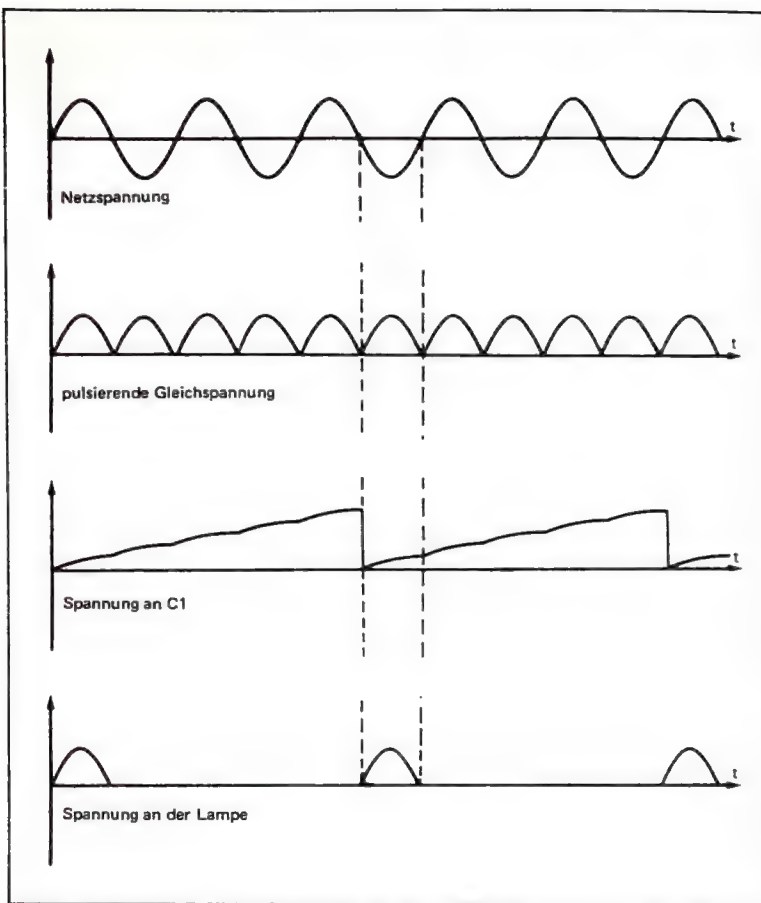
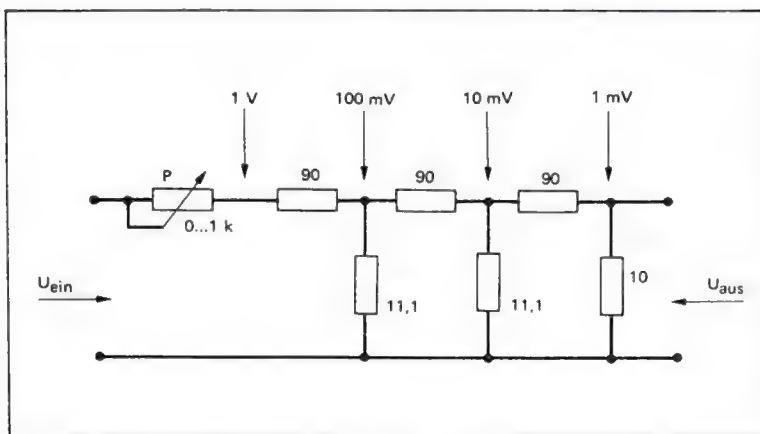
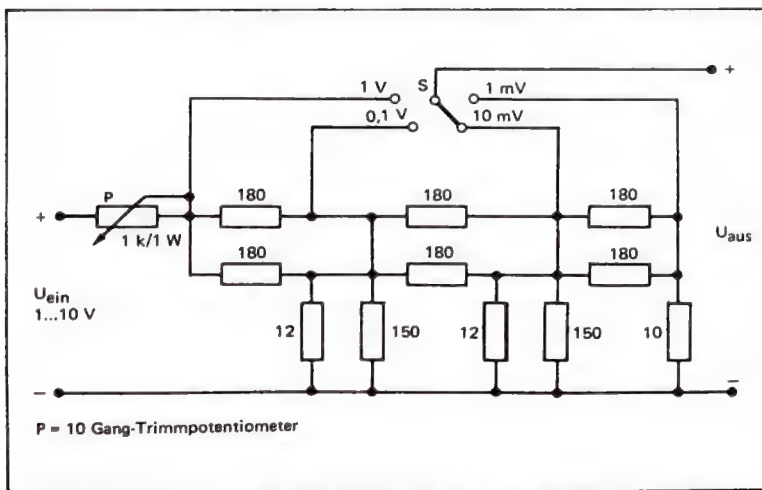

Bild 3. Zeitdiagramm, das die Netzspannung und die Spannungen an verschiedenen Punkten der Schaltung zeigt.
Bild 1. Der Abschwächer besteht aus mehreren, hintereinandergeschalteten Spannungsteilern, die mit Widerständen im Verhältnis 90 : 11,1 aufgebaut sind.
Bild 2. Die „krummen“ Widerstandswerte aus Bild 1 treten hier dank Parallelschaltung passender Werte nicht auf; alle Widerstände finden sich in der E12-Reihe.
Die Versorgungsleitungen +25 V und Masse (0 V) dürfen nicht in die Zuleitungen der anderen Module eingeschleift werden, sondern sind mit eigenen Leitungen an das Netzteil zu führen, siehe Bild 3. Die hohen Ströme, die das Kopfhörermodul braucht, können sonst Störsignale in den anderen Modulen hervorrufen. Deshalb ist nur einer der beiden Plus-Anschlüsse mit der Schaltung verbunden (links). Rechts kann aber im Notfall ein Lötstift als Stützpunkt o.ä. vorgesehen werden.
Bild 2. Wer dem Echtzeitanalysator nicht glaubt, den überzeugt der Linienschreiber, der hier Störsignal (1), das DNR-(2) und das HighCom-Ergebnis (3) aufgezeichnet hat.
Bild 2 zeigt, wie sich eine solche Spannung mit wenigen Bauelementen herstellen läßt. Kurz nach dem Einschalten der Netzspannung ist der Kondensator C1 noch entladen. Er lädt sich über R1 während jeder Halbwelle der pulsierenden Speisespannung ein wenig mehr auf. Sobald ein Betrag von ca. 15 V erreicht ist, leitet die Zenerdiode ZD, es fließt Strom in das Gate des Thyristors, so daß dieser zündet. Jetzt fließt der Laststrom, die Lampe leuchtet, denn über den Thyristor ist nun auch der untere Lampenanschluß mit der Speisespannung verbunden. Der Kondensator entlädt sich über R1, aber noch wesentlich schneller über die Diode D5. Der Entladevorgang ist so schnell, daß die Lampe nur ganz kurz blitzt. Anschließend beginnt für C1 der nächste Ladevorgang. Aus Bild 3 geht dieses Verhalten der Schaltung hervor. Netzspannung, Speisespannung sowie die Spannungen an Kondensator und Lampe sind zu erkennen.
Bild 1. Die Lampen werden an einer Spannung betrieben, die aus der Netzspannung durch Gleichrichtung gewonnen, aber nicht geglättet wird, es fehlt der übliche Siebelko. Bei diesem Verfahren entsteht eine pulsierende Gleichspannung (s. dazu auch Bild 3). Das Pulsieren der Speisespannung ermöglicht die Funktion der Schaltung.
Bild 2. Die Steuerschaltung für den Thyristor, in dessen Hauptstromkreis (Anode - Kathode) die Lampe als geschalteter Verbraucher liegt. Laden und Entladen des Kondensators sorgen für Zünden und Löschen des Thyristors. Die Zenerdiode bewirkt, daß der Thyristor erst bei einer höheren Kondensatorspannung zündet.
Bild 1 zeigt das Prinzip. Der Eingang des Abschwächers liegt am Ausgang des Generators bzw. des Meßverstärkers, im weiteren Text „Signalquelle“ genannt. Das Poti P (bei Festeinbau des Abschwächers ein Trimmer) entfällt, wenn die Ausgangsspannung genau 1 V beträgt. Ansonsten bildet P mit den anderen Widerständen einen Spannungsteiler, so daß man die Spannung von 1 V einstellen kann, sofern die Ausgangsspannung der Quelle im Bereich 1...10 V liegt. Auf das Poti folgen nun einzelne Spannungsteiler, die aus je einem Längs- und Querwiderstand bestehen und die Spannung von ursprünglich 1 V in jeder „Stufe“ um den Faktor 10 herunterteilen.
Bild 2 zeigt die Ausführung des Abschwächers; durch Parallelschaltung von Widerständen können Exemplare der gängigen E12-Reihe verwendet werden. Rechnerisch stimmen die Teilerfaktoren von -20 dB (Faktor 10) je Stufe exakt, ebenso wie die 10 Ohm der Impedanz: 12 Ohm parallel zu 150 Ohm parallel zu 100 Ohm (der nächsten Stufe), in der Praxis hängt die Genauigkeit dieser Werte jedoch vom Toleranzbereich der verwendeten Widerstände ab.
Bild 1. Die Anschlüsse der Klangeinstellungs-Potentiometer R9 (Tiefen) und R10 (Höhen) sind mit Buchstaben gekennzeichnet; diese Potis befinden sich nicht auf dem Print, sondern später auf der Frontplatte. Kann man den Eingang „NF“ nicht mit der Anlage des Disc-Jockeys verbinden, so benutzt man ein „Saalmikro“, den Mikrofonverstärker und den oberen Eingang.
Bild 2. Der Mikrofonverstärker (und natürlich ein Mikro) sind nur dann erforderlich, wenn die Klangeinheit nach Bild 1 nicht an passender Stelle ihr NF-Signal aus einer Übertragungsanlage beziehen kann (z.B. beim Auftritt einer Gruppe mit unverstärkten Instrumenten). Poti R24 ist nicht auf dem Print, daher die Buchstaben, die sich in der Stiftleiste-Belegung wiederfinden.
Bild 3. Der Eingang der Dimmerautomatik wird mit der Mikrofonanlage des Disc-Jockeys verbunden. Die Schaltung erzeugt am Ausgang K ein Gleich Spannungssignal, das die nachfolgenden TTL-Gatter in Bild 4 steuert. Dort befindet sich auch der Einschalter für die Automatik: Wenn der Jockey zu reden anfängt, gehen die Lampen automatisch auf Dimmerbetrieb.
Bild 5 und 6. Der Print hat vier Drahtbrücken, mit denen die Bestückung beginnen sollte. Wird der Mikrofonverstärker nicht benötigt, so können eine ganze Menge Bauelemente entfallen; welche das sind, ergibt sich aus Bild 2. Die Kondensatoren C11, C18 und C23 sind Styroflexkondensatoren, sie eignen sich hier besser als z.B. die keramischen Scheiben-K. Für die ICs sind flache Fassungen oder Fassungs-Meterware zu verwenden, damit die Einbauhöhe der Karten niedrig bleibt, zumindest nicht die von den beiden stehenden Trimmern vorgegebene maximale Einbauhöhe überschreitet. IC5 ist der Doppel-OpAmp LM 358, ein gängiger Typ im TO-Gehäuse.